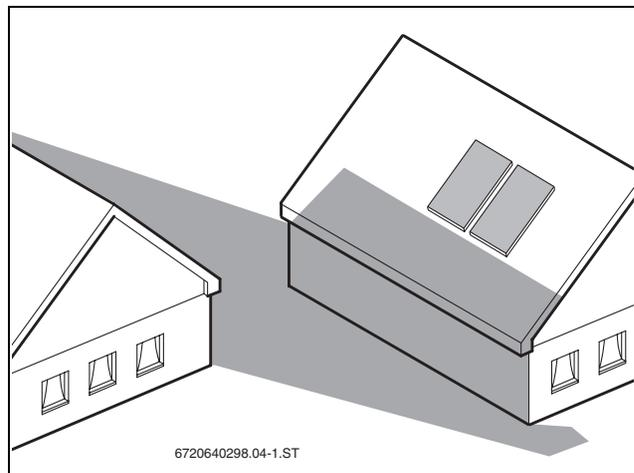

Fig. 11
- Evitare possibili ombreggiamenti (→ fig. 11)